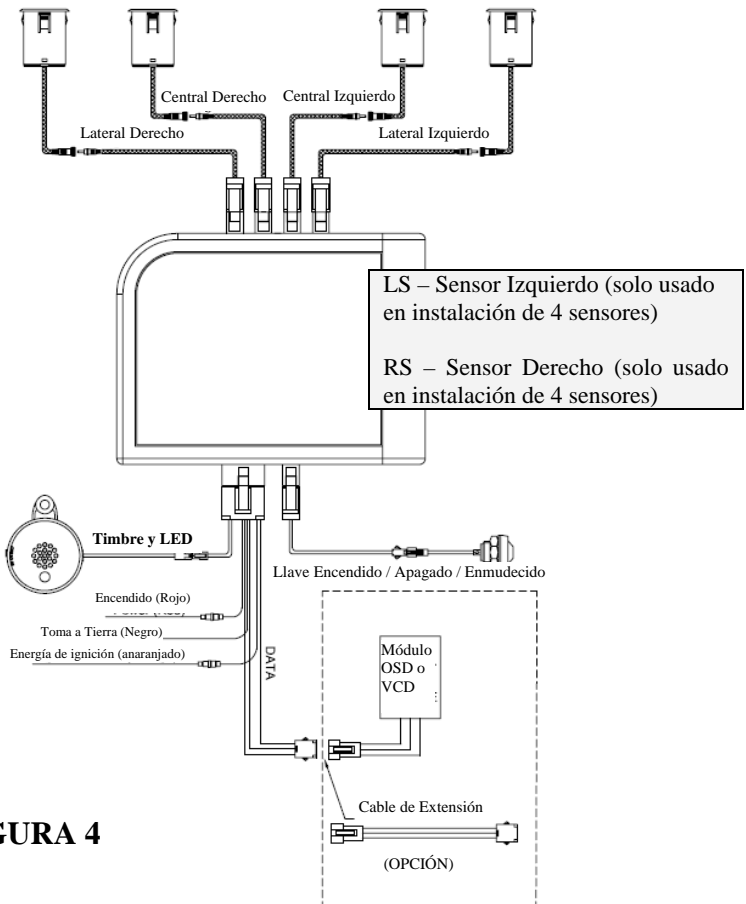

FIGURA 4
1. Enchufe los cables del sensor, altavoz y arnés de energía dentro del módulo de control antes de montarlo. El sensor se debe enchufar en la toma correspondiente (vea Figura 4). El módulo de control está preajustado con el velcro para montaje.